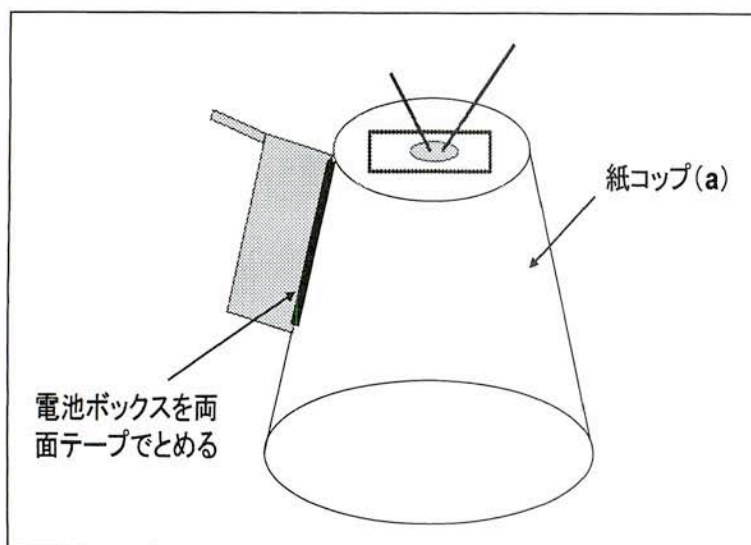

図7 電池ボックスの紙コップ(a)への取り付け。
4. 電池ボックスの底に両面テープをはり、紙コップ(a)の側面下のほうに取り付けます(図7)。この時、電池ボックスの下側と紙コップの底が同じになる位置に取り付けるとコップが机の上になんて立てることができ、実験しやすくなります。